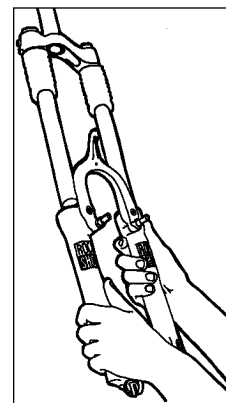

Fig. 6
4. Faites glisser l'ensemble mono-coque du tube inférieur hors de son logement (Voir Fig. 6). Retirez les soufflets de fourche.